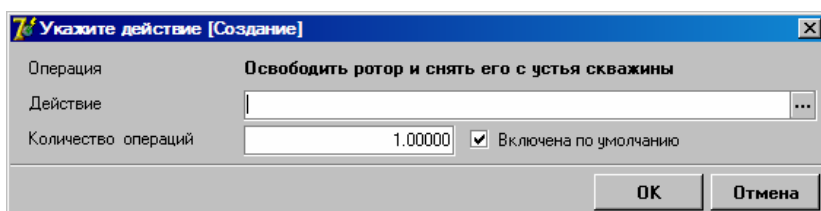

Рисунок 2.3.
- В открывшемся окне (рис.2.3) укажите составляющую операцию.